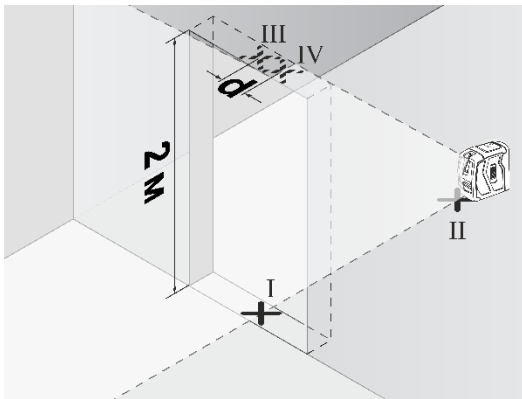

Рисунок 10
3.5.4 Позначте середину лазерної лінії на верхньому краї дверного отвору як точку «IV» (дивіться рисунок 10).